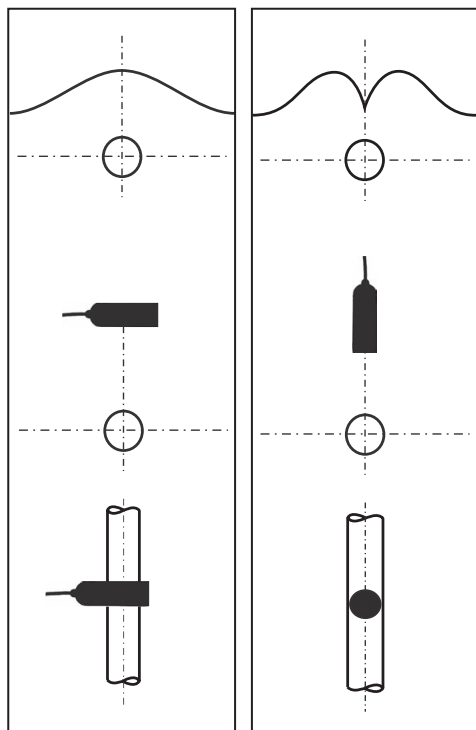

Abb. 13: Signalverlauf (oben) und Ausrichtung der Suchspule SK 3 über einer Leitung
- Halten Sie die Suchspule **SK 3** wie in Abb. 13, linkes Bild, gezeigt.
- Halten Sie die Suchspule **SK 3** wie in Abb. 13, rechtes Bild, gezeigt.